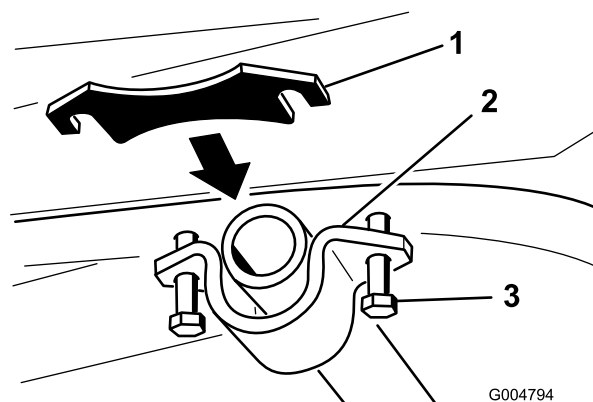

Figure 22
6. Desserrez les boulons qui fixent le support de tube de pivot pour créer une ouverture entre le cadre et le support (Figure 22).